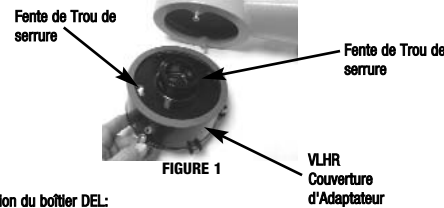

FIGURE 1
Tirez les fils à travers l'ouverture centrale du couvercle adaptateur VLHR. Glissez les encoches en trous de serrure du couvercle adaptateur VLHR sur les deux (2) vis du module de montage (voir Figure 1). Tournez le couvercle VLHR et serrez légèrement chacune des vis. Serrez chaque vis à 2,3 Nm.